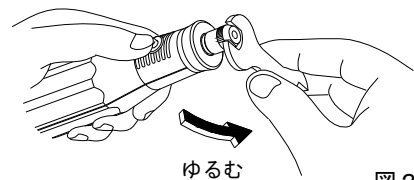

図 2
2. そのままロックボタンを押し込み、付属の両口スパナでチャッキングナットを回してゆるめます。(図2)